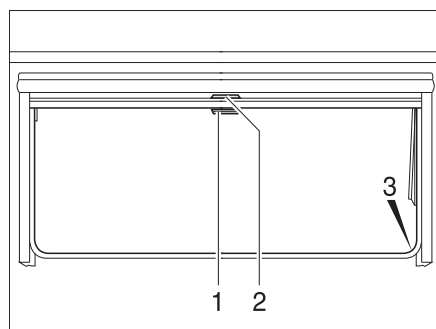

Fig. 44 Ventana abatible
- Tirar del asidero (Fig. 44,2) de la persiana oscurecedora enrollable hacia abajo. Cuando la persiana oscurecedora enrollable se cierre por completo, encajarla en el bloqueo (Fig. 44,3) a ambos lados del marco de la ventana.
- Cuando la persiana oscurecedora enrollable está completamente cerrada: Presionar el tirador (Fig. 44,2) hacia abajo y tirarlo ligeramente hacia dentro. Desenganchar la persiana oscurecedora enrollable de los bloqueos a izquierda y derecha del marco de la ventana.
- Cuando la persiana oscurecedora enrollable se encuentre en una posición intermedia: Tirar ligeramente del asidero (Fig. 44,2) hacia abajo, hasta que se hay soltado el bloqueo.
- Tirar hacia abajo de la mosquitera enrollable (Fig. 44,1) y engancharla en el bloqueo (Fig. 44,3) a ambos lados del marco de la ventana.
- Presionar el tirador (Fig. 44,1) hacia abajo y tirarlo ligeramente hacia dentro. Desenganchar la mosquitera enrollable de los bloqueos a izquierda y derecha del marco de la ventana.